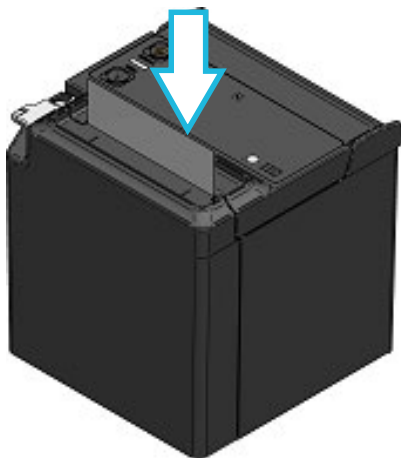

Рисунок 8-7 Крышка отсека для бумаги (вывод вверх)
- (5) Закрывая крышку отсека для бумаги, нажмите до упора на деталь, указанную стрелкой (см. Рисунок 8-7 и Рисунок 8-8), чтобы избежать фиксации крышки только с одной стороны. Когда крышка бумаги закрыта, автоматически выполняются подача и отрезание бумаги.